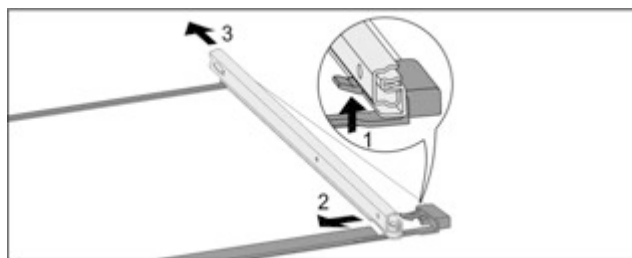

Fig. 71 Скляна пластина з рейками
- ▶ Натиснути передній гачок-фіксатор вгору. Fig. 71 (1)
- ▶ Виштовхніть виїзну рейку в сторону Fig. 71 (2) та назад Fig. 71 (3).